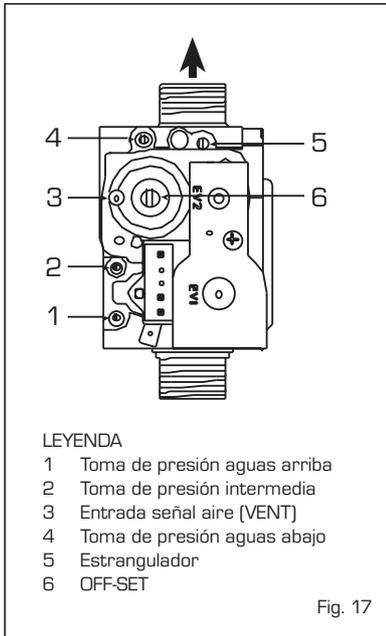

Fig. 17
4.1 VALVULA GAS (fig. 17)
- 3) Buscar los valores de CO₂ a la potencia máx. indicados a continuación, ajustando el parcializador (5 fig. 17):
- 5) Buscar los valores de CO₂ a la potencia mín. indicados a continuación, ajustando el tornillo regulador OFF-SET (6 fig. 17):